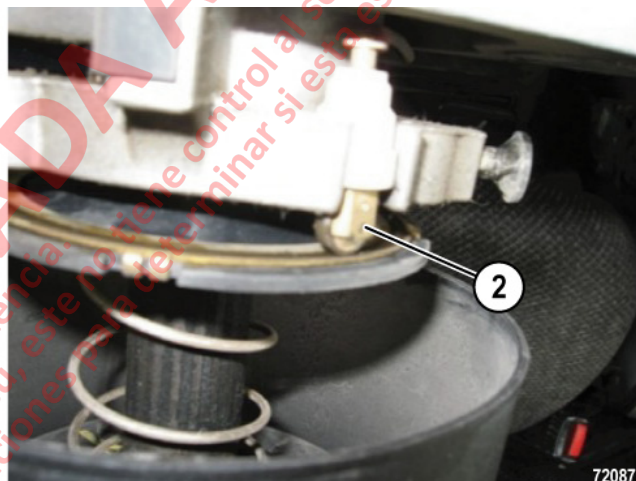

FIGURA 5-3. TUERCA DE RETENCIÓN DEL VOLANTE DE DIRECCIÓN
2. Utilice un destornillador de bolsillo para extraer el botón de la bocina (4, Figura 5-3) del volante de dirección (1).
3. Desconecte el cable de la bocina (3) y coloque el botón de la bocina a un costado.
4. Remueva la tuerca (2).
1. Ubique el volante de la dirección (1, Figura 5-3) en posición sobre el eje de la columna de dirección mientras guía el cable de la bocina (3) a través del orificio de acceso en el volante. Alinee los bordes dentados y empuje el volante de dirección al eje.
2. Instale la tuerca (2). Apriete la tuerca a **81 ± 7 N·m (60 ± 5 ft lb)**.
3. Conecte el cable de la bocina (3) al botón de la bocina (4).